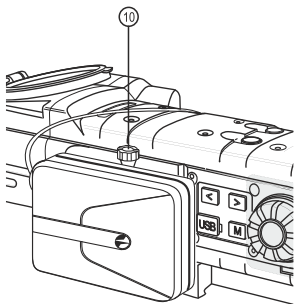

Abb. 2
- Schließen Sie den Stecker (1) der Außenstromquelle an den Anschluss der Außenstromquelle des digitalen (5) Nachtsichtgerätes an.
- Schalten Sie das digitale Nachtsichtgerät ein. Mittels der Halterung kann die EPS3 auf die Weaver-Schiene des digitalen Nachtsichtgerätes aufgesetzt werden (Siehe Abb. 2). Die Geräte ohne Weaver-Schiene können mit der EPS3 mithilfe des Adapters für das Stativgewinde ¼ ausgestattet werden. Dafür schrauben Sie den Adapter ins Stativgewinde des digitalen Nachtsichtgerätes ein und befestigen Sie die Außenstromquelle der EPS3 auf die Weaver-Schiene. Ziehen Sie den Griff (10) der Halterung der EPS3.